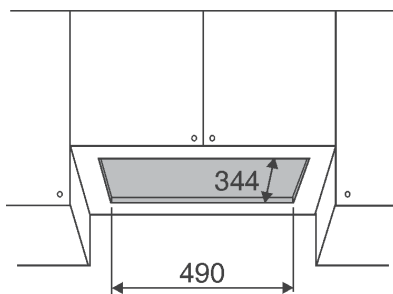
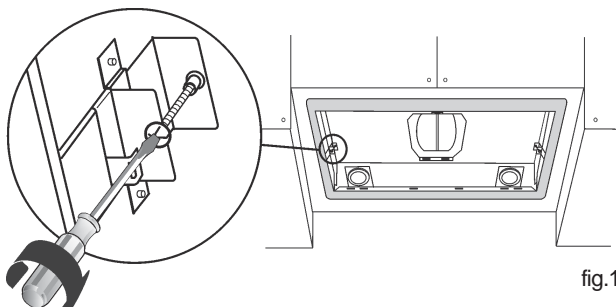
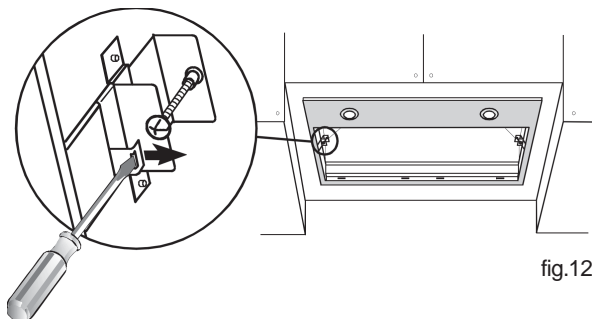

fig.9
fig.11
fig.12
Sur la base inférieure du meuble, effectuez la découpe nécessaire afin d'insérer l'appareil (fig.9). La base inférieure du meuble doit avoir une épaisseur de 16 mm.
1. Insérez l'appareil dans le trou effectué (fig.9). Serrez les deux vis qui se trouvent à l'intérieur de l'appareil (Fig. 11), jusqu'à ce que celui ci soit parfaitement intégré.
Pendant les opérations suivantes veuillez toujours soutenir l'appareil. Dévissez les deux vis situées à l'intérieur de l'appareil (Fig. 11); déplacez les 2 languettes vers l'intérieur de l'appareil en utilisant les entailles appropriées (Fig. 12); sortez l'appareil de son siège.